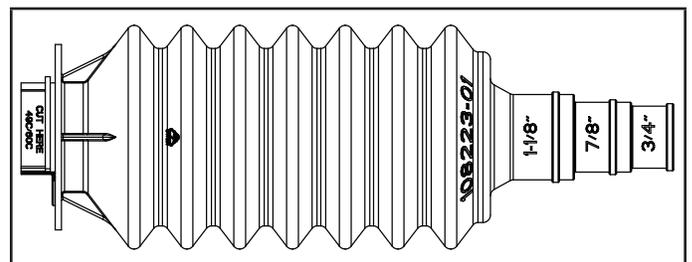

FIGURE 8. Manchon de connexion du jeu de conduites
- 2 - Déterminez la taille de la conduite d'aspiration du réfrigérant. Pour les conduites d'aspiration de 7/8 po ou 1-1/8 po, coupez l'extrémité la plus grande du manchon de raccordement de la ligne la plus grande de manière à pouvoir accueillir la conduite de réfrigérant (voir figure 8).